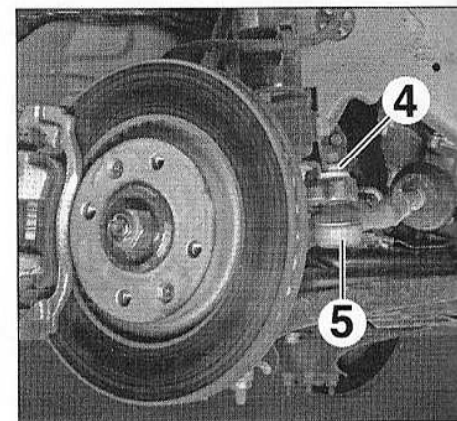

FIG.13
- la protection (3),
- l'écrou (4) et désolidariser la rotule de direction (5) du pivot (Fig.13),